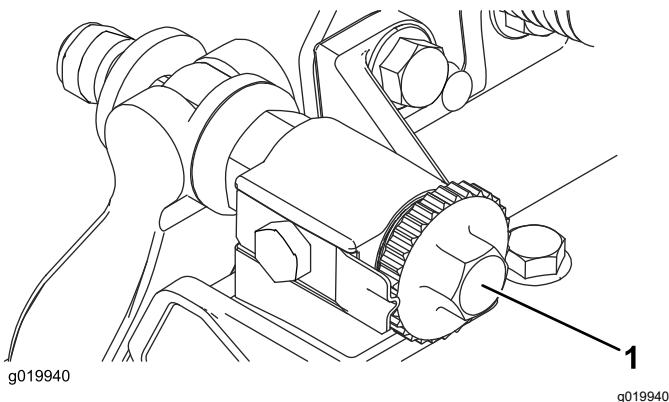

Figura 7
- A. Rode os parafusos de ajuste da barra de apoio no sentido dos ponteiros do relógio (**Figura 7**), um clique de cada vez, até que se veja e oça um leve contacto.